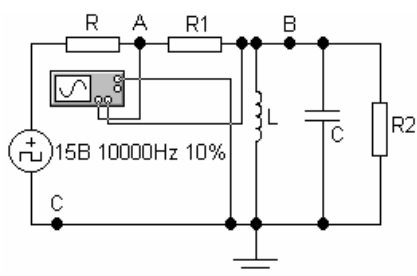

Рис.2.
1. Исследовать на персональном компьютере с помощью системы схемотехнического моделирования «Electronics Workbench» переходные процессы  $u_{LC}(t)$  по схеме, приведенной на рис.2. Сравнить результаты исследований с графиками расчетного задания.